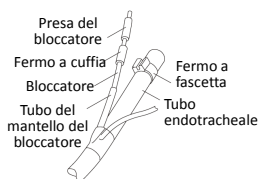

Fig.6
1. Spostare il fermo a cuffia e ruotare (se necessario) e montarlo sul tubo del mantello del bloccatore (Fig. 6).